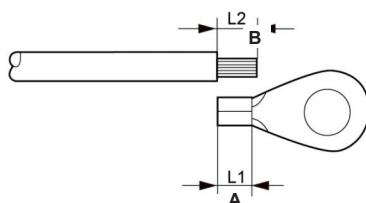

图 3.8 外部接地导体端子
4. 如图3.8所示，将OT端子压接在电缆上，然后连接到机箱接地端子上。